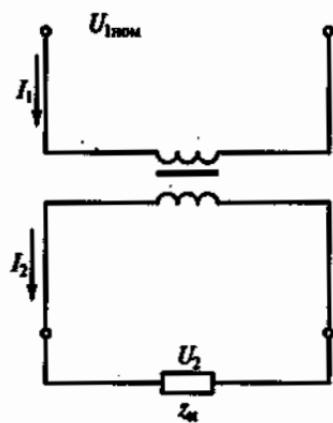

Рис. 175
- 6.36. Р.** В однофазном трансформаторе (рис. 175) $S_{\text{ном}} = 12 \text{ кВ}\cdot\text{А}$, $U_{1\text{ном}} = 220 \text{ В}$, $U_{2\text{ном}} = 22 \text{ В}$. Магнитные потери составляют 1 % от $S_{\text{ном}}$; номинальные электрические потери равны 3 % от $S_{\text{ном}}$. Каковы коэффициент трансформации K , номинальные первичный $I_{1\text{ном}}$ и вторичный $I_{2\text{ном}}$ токи и КПД трансформатора η при загрузке $\beta = 0,5$ и $\cos\varphi_2 = 1$. (Указать неправильный ответ.)